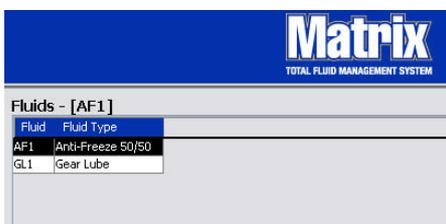

FIG. 97
6. Per modificare il nome assegnato a un fluido o al tipo di fluido assegnato al nome (FIG. 97), evidenziare la voce elencata sulla schermata principale Fluids (Fluidi).